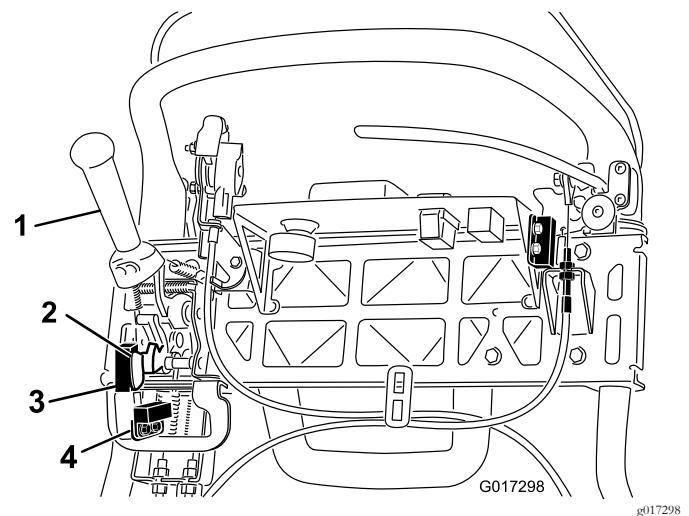

Figure 44
4. Desserrez les fixations du contacteur de sécurité (Figure 44).
5. Placez une cale de 1,6 mm d'épaisseur entre le levier de commande de déplacement et le contacteur de sécurité (Figure 44).
4. Desserrez les fixations du capteur de tonte (Figure 44).
5. Placez une cale de 1,6 mm d'épaisseur entre l'indicateur de capteur de tonte et le capteur de tonte (Figure 44).